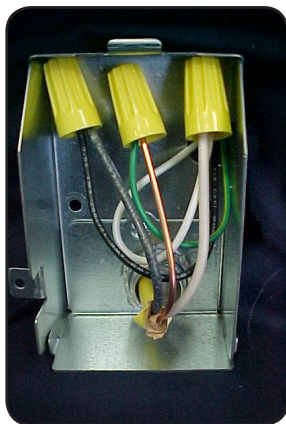

Figure 32
- 6 Insérer les fils dans la boîte de jonction, **figure 32**. S'assurer que les écrous ne sont pas lâches.